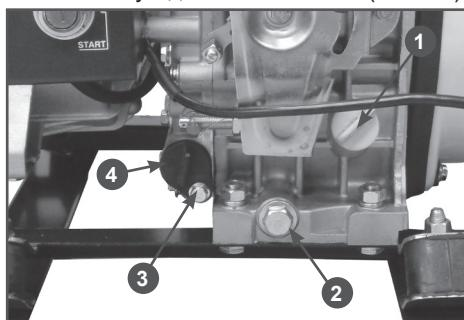

Рис. 20 Замена моторного масла
- Осторожно открутите крышку-щуп 1 маслозаливной горловины, протрите щуп насухо и отложите в сторону (Рис. 20).
- Открутите пробку 2 для слива масла и слейте отработанное масло в подготовленную для этого емкость (Рис. 20).
- Открутите болт 3 фиксации масляного фильтра. Во избежание пролива масла подложите кусок ветоши под масляный фильтр 4, после чего извлеките масляный фильтр 4 (Рис. 20).